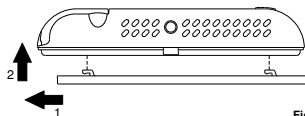

Fig. 3
1. Décrocher la plaque fixée sur la base du thermostat en la poussant vers la gauche et en décrochant ainsi les ergots indiqués sur la Fig. 3.